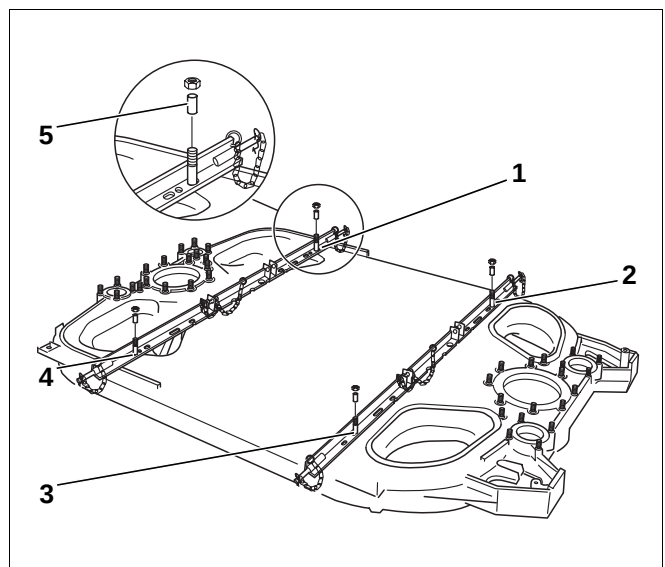

Abb. 6 Montage der Winkelschienen G605
- Muttern von den Stiftschrauben entfernen (Abb. 6, **Pos. 1 – 4**).
- Die vier Hülzen (20mm) auf die Stiftschrauben aufsetzen (Abb. 6, **Pos. 5**).